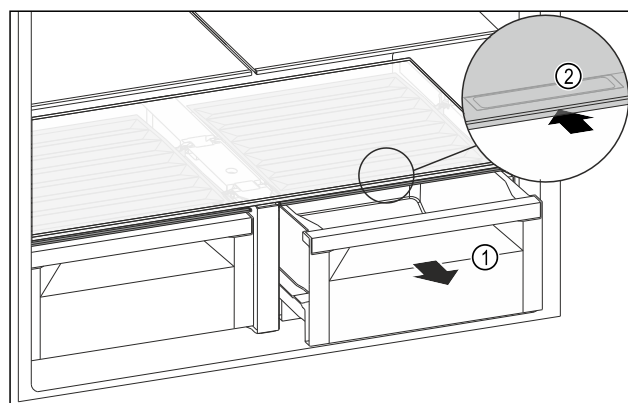

Fig. 105
- Витягніть висувний ящик Fig. 105 (1).
- Візьміться за потайну ручку Fig. 105 (2) на кришці відділення й одночасно посуньте кришку відділення назад.